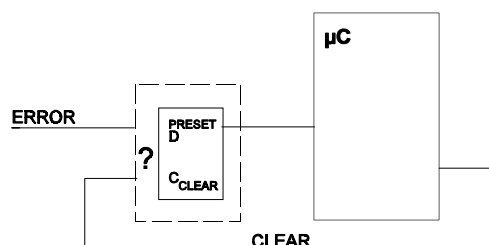

Abb. 3
7. Einem Mikrocontroller soll ein Fehler-Flipflop vorgeschaltet werden (Abbildung 3). Dieses soll durch ein impulsförmiges Fehlersignal ERROR gesetzt und durch ein programmseitig schaltbares Signal CLEAR gelöscht werden. Flipfloptyp: D-Flipflop 7474 (vgl. Script). Geben Sie zwei Schaltungen an, die ein jeweils anderes Schaltverhalten verwirklichen: